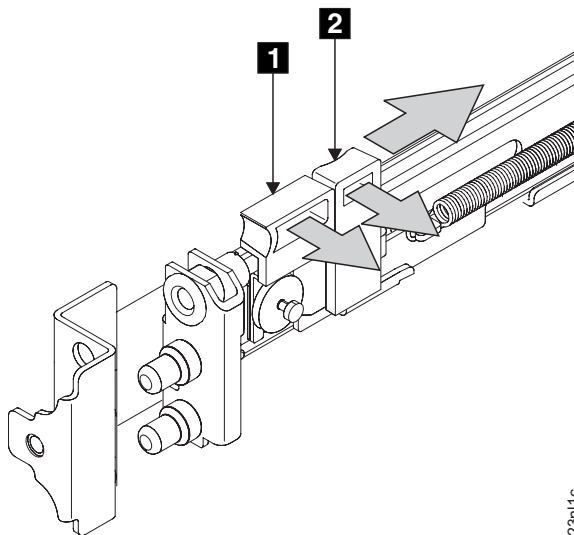

図 104. 前部ラッチ・ロック・キャリア・アセンブリを開く
3. ラッチ・レバー **1** をレール (図 104) の終端の方向に動かしながら、ラッチ・ロック **2** をレールから離れる方向に静かに押します。ラッチ・ロック・キャリア・アセンブリが、ばねの強度でスライドします。